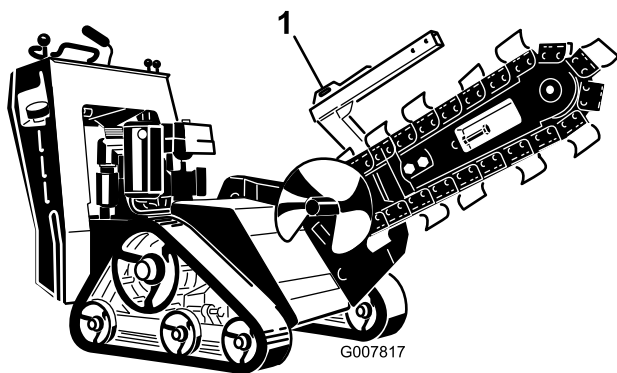
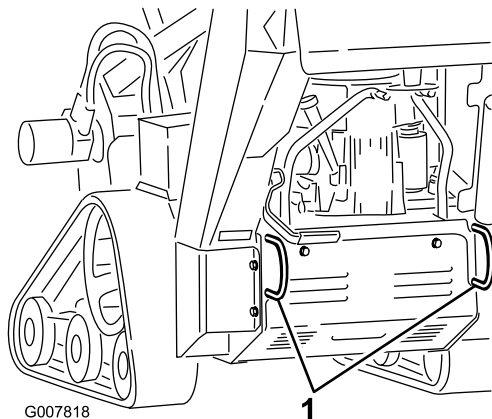

Figure 23
Figure 24
3. Pour arrimer la machine sur la remorque, passez des chaînes ou des sangles dans les points d'attache/de levage situés à l'avant et à l'arrière de la machine (Figure 23 et Figure 24). Reportez-vous aux ordonnances locales concernant les exigences d'arrimage et de remorquage.
Vous pouvez soulever la machine en vous servant des points d'attache/de levage (Figure 23 et Figure 24).